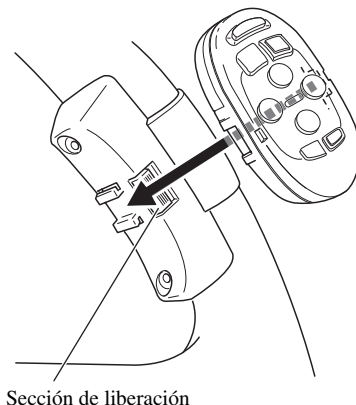

Fig. 19
4. Instale la unidad de control remoto en el sujetador. (Fig. 19)